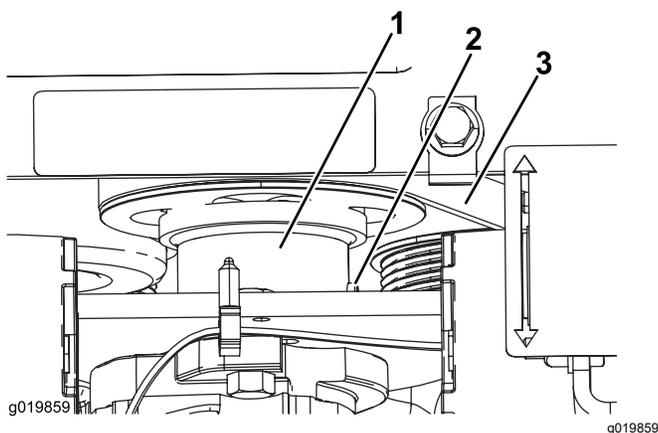

図 51
5. ギヤポンプ駆動カップラについている固定ねじをゆるめる **図 51**。